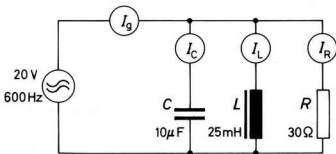

Bild 204
- Berechnen Sie die Schaltung nach Bild 204 und überprüfen Sie die Rechnung mit Hilfe des Vektordiagrammes.